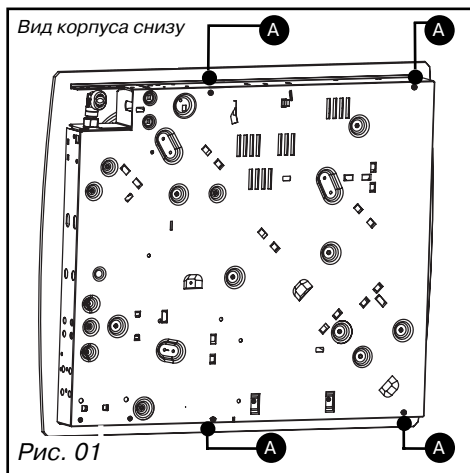
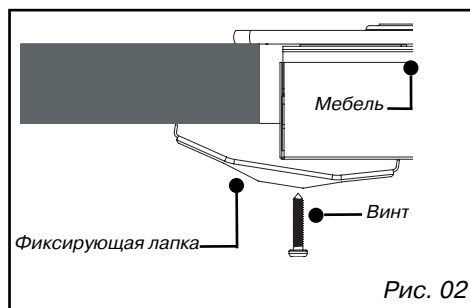

Рис. 01
Рис. 02
Руководствуйтесь схемой (Рис. 01).
- Чтобы обеспечить герметичность между варочной поверхностью и рабочей поверхностью приклейте уплотнитель из пеноматериала, по внешнему контуру варочной поверхности (Рис. 02)
Подсоедините варочную поверхность к Вашему желанию с помощью фиксирующих лапок, поставляемых вместе с винтами (рис. 02), по углам корпуса. **Используйте отверстия, специально предусмотренные для этого и обозначенные на рисунке выше** (Рис. 01).
- Вы можете заблокировать поверхность по Вашему желанию с помощью фиксирующих лапок, поставляемых вместе с винтами (рис. 02), по углам корпуса. **Используйте отверстия, специально предусмотренные для этого и обозначенные на рисунке выше** (Рис. 01).